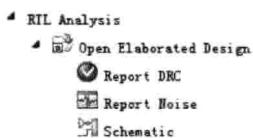
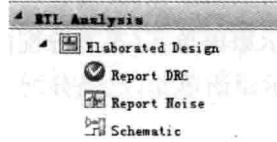

图 2.20 执行 RTL 分析
图 2.21 执行完 RTL 分析
- (1) 在源窗口下,选择 top.vhd 或者 top.v 文件。
- (2) 如图 2.20 所示,在 Vivado 左侧的流程管理窗口,找到 RTL Analysis(RTL 分析),并展开。
- (3) 看到 Elaborated Design,并展开。在展开项中,选择并双击 Open Elaborated Design。
- (4) Vivado 开始运行 Elaborated Design。如图 2.21 所示,当运行完后,可以看到 Open Elaborated Design 标题变成了 Elaborated Design。
注:如果设计者重新运行 Elaborated Design,则在如图 2.21 所示的界面内,选择 Elaborated Design,单击右键,出现浮动菜单。在浮动菜单内,选择 Reload Design。